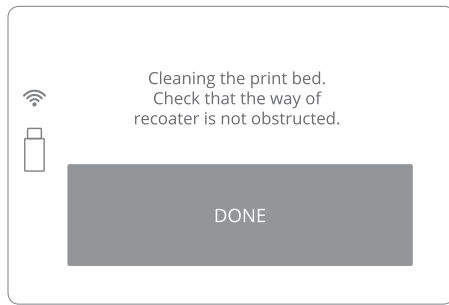

Abbildung 46. Bildschirm PRINT Bed reinigen 2.
11. Überprüfen Sie, dass der Bewegungsraum des RECOATERS nicht eingeschränkt ist und entfernen Sie alle Objekte aus der Druckerkammer. Bestätigen Sie sie durch Betätigen der Schaltfläche “DONE” (“ERLEDIGT“) (Abbildung 46).